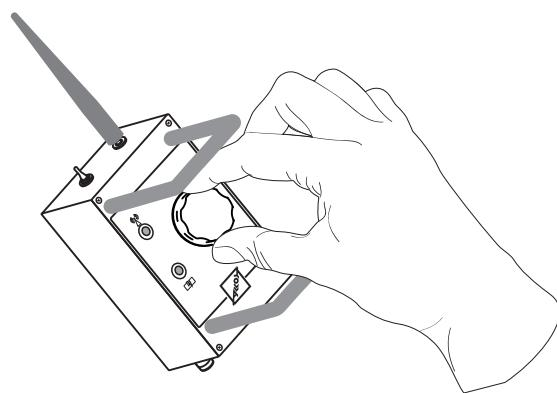

рис. 6.19
- выставить необходимое значение сварочного тока на источнике питания МС-500МХ или пульте ДУ (рис.6.19), зарядить электрод в электрододержатель и приступать к сварке.